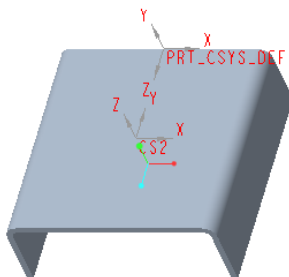
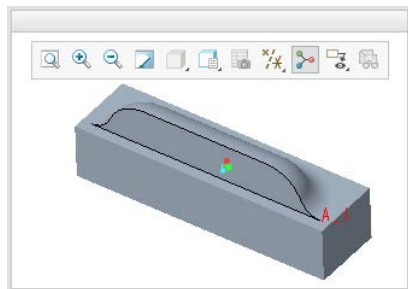

图 2-19 原始钣金件
图 2-20 标准凸模
(1) 在“快速访问”工具栏中单击“打开”按钮, 系统弹出“文件打开”对话框, 选择 bj_2_2c.prt, 在“文件打开”对话框中单击“打开”按钮, 该文件中的原始钣金件如图 2-19 所示。
(2) 在功能区“模型”选项卡的“工程”组中单击“成型”下的 (下三角箭头) 按钮, 并单击 (凸模) 按钮, 打开“凸模”选项卡。
(3) 从“凸模”选项卡的“凸模模型”下拉列表框中, 选择具有凸模界面的标准凸模 CLOSE_ROUND_LOUVER_FORM_MM。该标准凸模如图 2-20 所示。